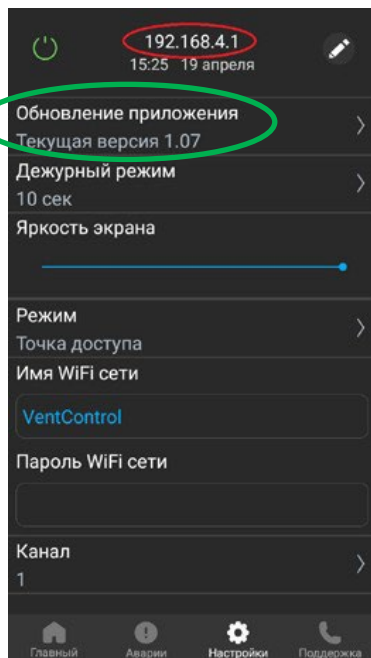
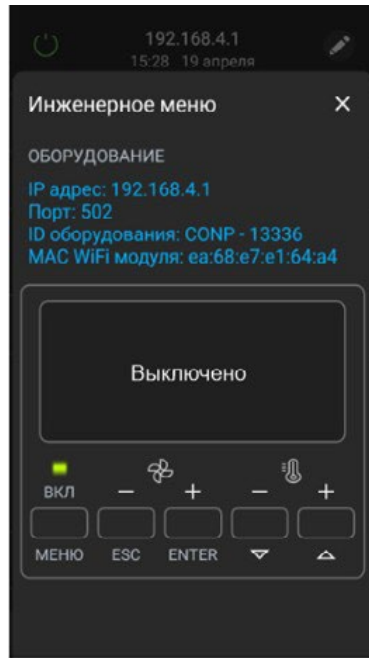

Рис.26
Рис.27
1. Перейдите во вкладку «НАСТРОЙКИ» на экране панели, затем нажмите (в течение 3-х секунд) на название «Текущая версия» в верхней части экрана (см. рис.26, отмечено зеленым) – осуществится переход в «ИНЖЕНЕРНОЕ МЕНЮ» (см. рис.27). На экране будет написано «Выключено».
2. Два раза нажмите на кнопку «ENTER» в нижней части экрана – вы перейдете на экран «Загрузка меню» (см. рис.27).